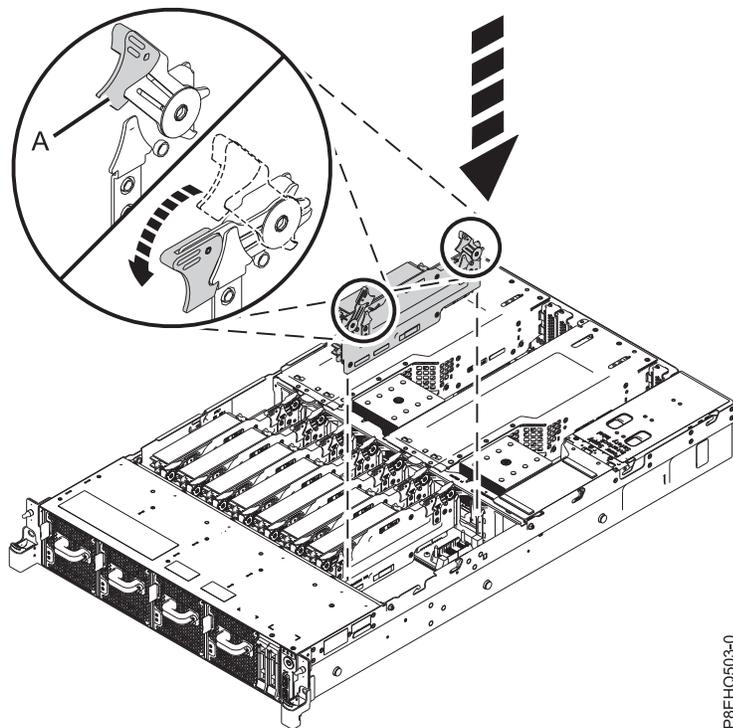

図 33. システムへのメモリー・ライザーの取り付け
- a. リリース・ラッチが約 60 度の角度に開いていることを確認します ( 29 ページの図 33 の (A) を参照)。
- d. リリース・ラッチを押して閉位置にします。 29 ページの図 33 の (A) を参照してください。